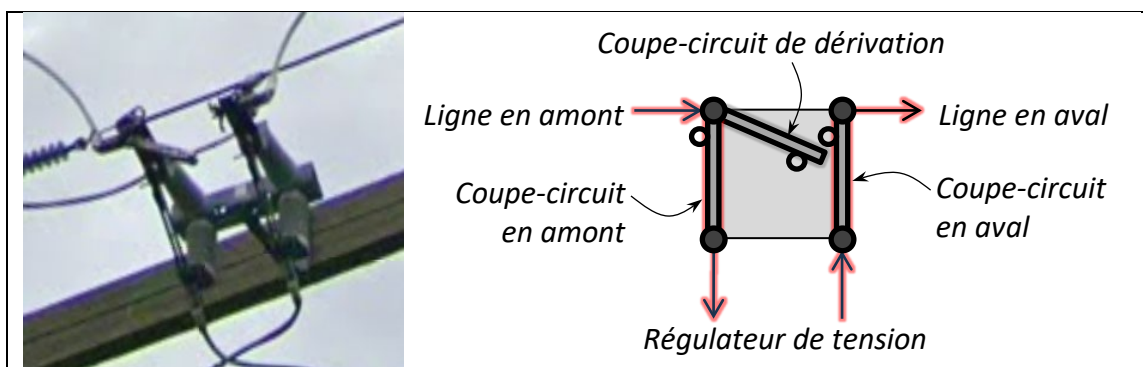
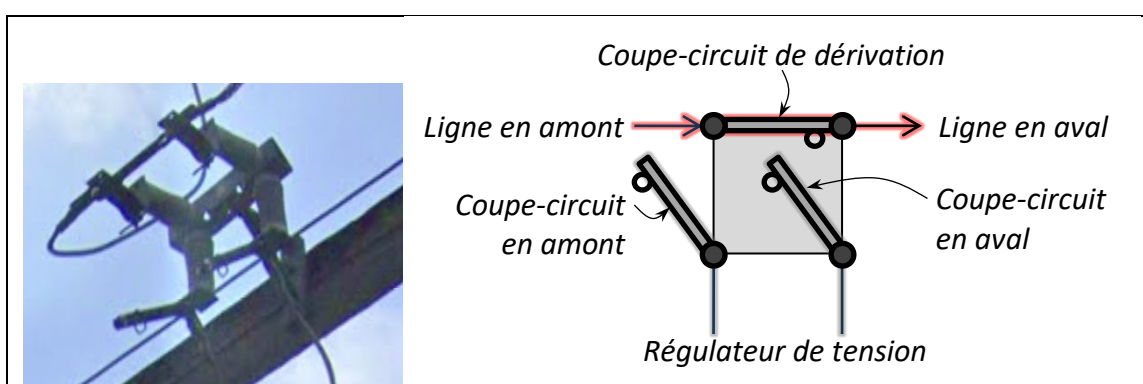

Figure 13 – Configuration normale des coupe-circuits
Figure 14 – Configuration en dérivation des coupe-circuits
- Normale : deux coupe-circuits, en aval et en amont, sont fermés et alimentent le régulateur de tension. Le coupe-circuit de dérivation est ouvert, comme illustré à la Figure 13. Il s'agit de la configuration la plus commune.
- Dérivation : l'état des coupe-circuits est inversé par rapport à la configuration normale. Le régulateur de tension n'est pas alimenté, et le courant passe directement d'une ligne à l'autre sans régulation, comme illustré à la Figure 14. Cette configuration est plutôt rare et est utilisée en cas de défaut ou d'entretien des régulateurs de tension.
Il est important de mentionner que, dans la Figure 13 et la Figure 14, les désignations de ligne en amont et de ligne en aval sont arbitraires.
- ⚠ Il est possible de trouver des régulateurs de tension qui ne sont pas équipés de coupe-circuits à fusible identiques à ceux illustrés à la Figure 13 et à la Figure 14. Il est possible que les coupe-circuits soient plutôt déportés sur des poteaux en amont et en aval. Les coupe-circuits de dérivation sont donc absents de cette configuration. Exemple dans Lanaudière